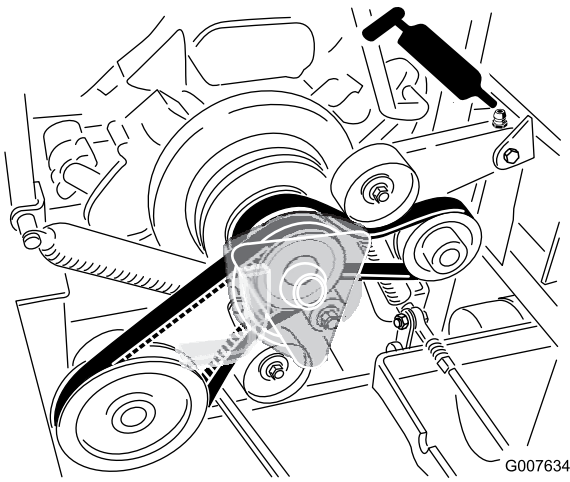

Figure 30
5. Graissez le bras de la poulie de tension de la courroie de pompe (Figure 30).